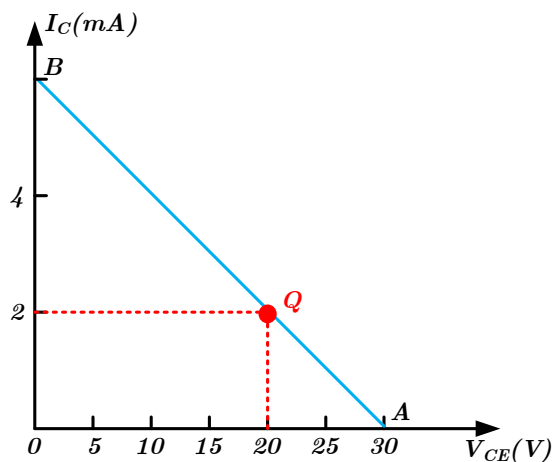

Figure 4.22
Sur la figure 4.22, la droite (AB) représente la droite de charge